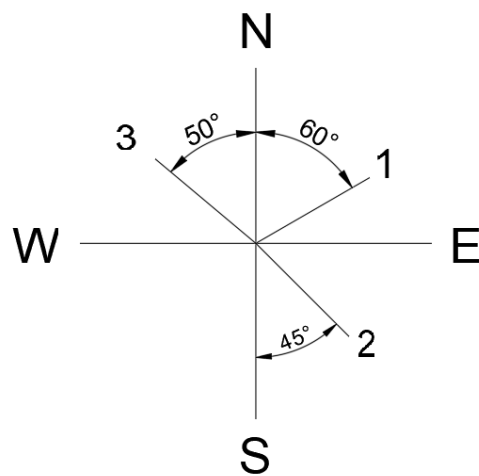

Figura 92 - Linhas no sistema de coordenadas cartesianas
O azimute leva como referência a distância angular no sentido horário (e sempre horário) entre a linha que aponta para o Norte e o alinhamento do ponto desejado no mesmo plano horizontal. Por exemplo, no alinhamento I (Figura 92), coincidindo o início do alinhamento com um segmento de reto alinhado com o Norte, percebe-se que se forma um ângulo de 60° no sentido horário. Logo, o azimute da linha I é de 60° .
do-se o início da linha no ponto central do sistema de coordenadas cartesianas) ou, em outras palavras, qual dessas direções, Norte ou Sul, é a mais próxima da linha. Por exemplo, na linha 2 (Figura 92), temos um ângulo de 45° entre a linha e o Sul (S) em direção do Leste (E), ou seja, no quadrante Sudeste. Portanto, o rumo da linha 2 pode ser descrito como “S 60° E” (Sul 60° Leste) ou “ 60° SE” (60° Sudeste). Analisando a linha 3, temos uma linha que faz 50° com o Norte (N) em direção a Oeste (W), logo, podemos definir o rumo da linha 3 como “N 50° W” (Norte 50° Oeste) ou “ 50° NW” (50° Noroeste).